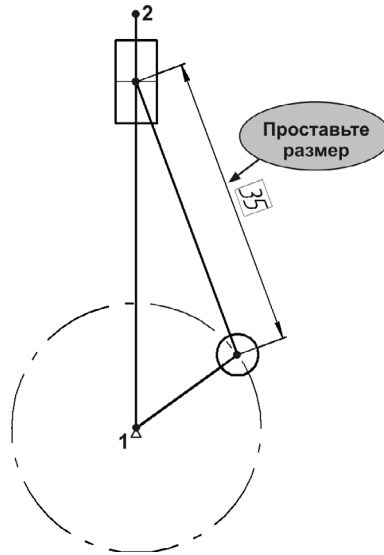

Рис. 62.20.
9. Проставьте линейный размер отрезка 3–4 и установите значение размера 35 мм. Вокруг размерной надписи появится красная рамка (рис. 62.20). Длина шатуна станет неизменной. В противном случае он будет «резиновым» и модель не заработает.